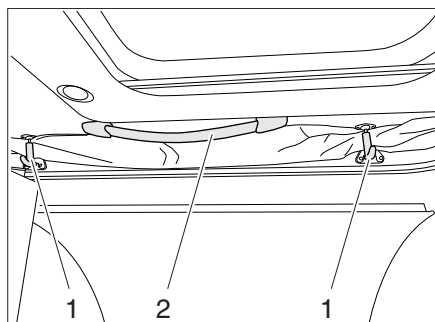

Fig. 50 Techo elevable
- Soltar los seguros (Fig. 50,1) tirando ligeramente.
- Empujar el techo elevable hacia arriba con los tiradores (Fig. 50,2).
- Empujar el techo elevable hacia abajo con los tiradores (Fig. 50,2).
- Tirar los seguros (Fig. 50,1) ligeramente hacia abajo y engancharlos de nuevo.